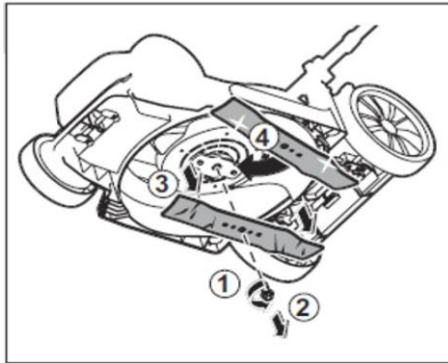

Рисунок 12
11. Встановлення / заміна ножа (рис.12)